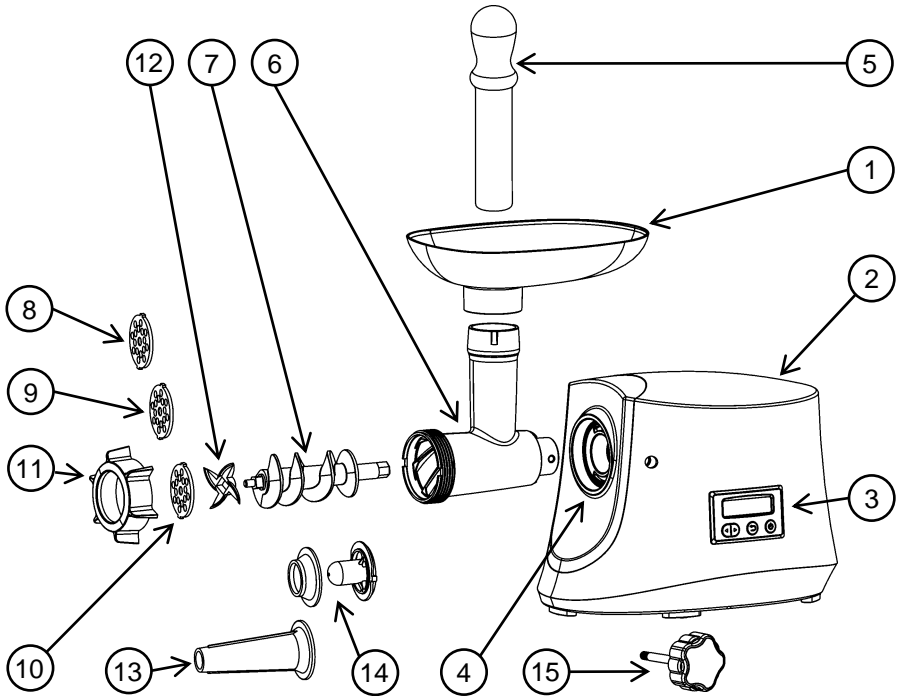

Рисунок 1 – Устройство мясорубки
- Промойте комплектующие мясорубки, кроме привода (рисунок 1, п. 2), теплой мыльной воде.
- Установите привод (рисунок 1, п. 2) на ровную стационарную поверхность.
- Вставьте блок приставки (рисунок 1, п. 6) в привод (рисунок 1, п. 2) и установите фиксатор блока приставки (рисунок 1, п. 15) как показано на рисунке 2. Убедитесь, что блок приставки зафиксирован в приводе.
- Вставьте шнек (рисунок 1, п. 7) длинным концом в блок приставки (рисунок 1, п. 6) до упора, как показано на рисунке 3.
- Наденьте нож (рисунок 1, п. 12) на тонкий конец шнека (рисунок 1, п. 7) так, чтобы режущая кромка (острый край) смотрела наружу, к решетке с отверстиями (рисунок 1, п. 8, 9, 10), как показано на рисунке 4.
- Установите решетку с отверстиями (рисунок 1, п. 8, 9, 10) в блок приставки (рисунок 1, п. 6), как показано на рисунке 5. Проконтролируйте, чтобы выступы на решетке с отверстиями вошли в соответствующие пазы.
- Придерживая решетку с отверстиями (рисунок 1, п. 8, 9, 10), закрутите фиксирующее кольцо (рисунок 1, п. 11) до упора, как показано на рисунке 6.
- Установите загрузочный лоток (рисунок 1, п. 1) на блок приставки (рисунок 1, п. 6), как показано на рисунке 6.
- Поместите, предварительно нарезанные продукты (приблизительный размер кусков  $20\times 20\times 60$  мм), в загрузочный лоток (рисунок 1, п. 1).
- Нажмите кнопку «» на панели управления (рисунок 1, п. 3) для начала работы мясорубки, с помощью кнопки «|», установите необходимую скорость работы мясорубки (1 – минимальная скорость
работы, 6 – максимальная скорость работы). Выбранная скорость и время непрерывной работы отображаются на дисплее, расположенном на панели управления (рисунок 1, п. 3).
- Загрузите продукты в горловину используя толкатель (рисунок 1, п. 5), как показано на рисунке 7.
- По окончании измельчения продуктов, нажмите кнопку «**⏻**» на панели управления (рисунок 1, п. 3) и отключите мясорубку от электрической сети.
- При застревании продуктов в мясорубке, нажмите кнопку «**⏻**» на панели управления (рисунок 1, п. 3) для остановки работы привода (рисунок 1, п. 2), а после полной остановки работы, нажмите и удерживайте кнопку «**↶**».
- Шнек (рисунок 1, п. 7) должен вращаться в обратном направлении, освобождая мясорубку от застрявших продуктов.
- Открутите фиксирующее кольцо (рисунок 1, п. 11) и снимите решетку с отверстиями (рисунок 1, п. 8, 9, 10) и нож (рисунок 1, п. 12).
- Установите насадку кеббе (рисунок 1, п. 14) в блок приставки (рисунок 1, п. 6), проконтролируйте, чтобы выступы на насадке кеббе
вошли в соответствующие пазы, закрутите фиксирующее кольцо (рисунок 1, п. 11) до упора, как показано на рисунке 8.
- Открутите фиксирующее кольцо (рисунок 1, п. 11) и поместите в него насадку для колбас (рисунок 1, п. 13).
- Придерживая насадку для колбас (рисунок 1, п. 13), закрутите фиксирующее кольцо (рисунок 1, п. 11) до упора, как показано на рисунке 9.
- Комплектующие мясорубки, кроме привода (рисунок 1, п. 2) допускается мыть при температуре не выше 50 °С.
- Привод (рисунок 1, п. 2) протрите влажной, а затем сухой тряпкой. Не погружайте привод в воду или другие жидкости.